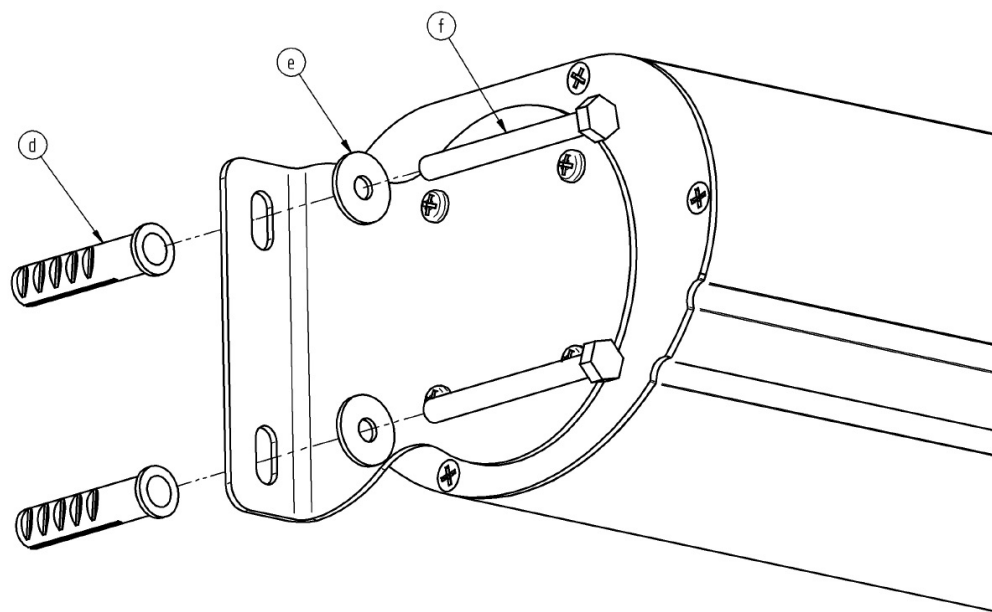

Rys.1b
1. Przy pomocy wkrętów (c) zamocować do boków ekranu (a) uchwyty montażowe (b) w zależności od sposobu montażu (b) w pozycji ściennej (rys. 1a) lub sufitowej (rys.1b)